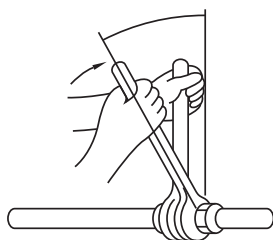

Fig. 5-9
- Breng een dun laagje koelolie aan op het verbindingvlak van de leiding. (Fig. 5-9)